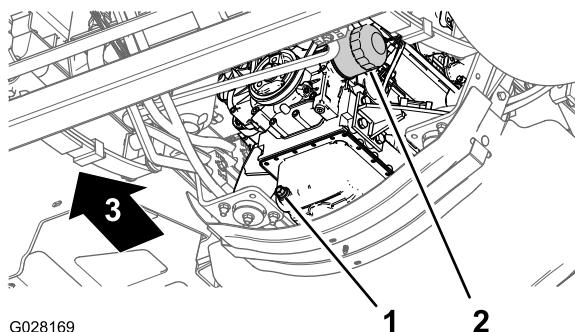

Figure 111
3. Placez un bac de vidange sous le filtre à huile moteur (Figure 111).
4. Retirez le filtre à huile usagé (Figure 111).
8. Posez le filtre à huile sur l'adaptateur et vissez le filtre dans le sens horaire jusqu'à ce que le joint en caoutchouc touche l'adaptateur, puis serrez encore le filtre d'un demi-tour (Figure 111).
1. Placez un bac de vidange sous le bouchon de vidange (Figure 111).
2. Enlevez le bouchon de vidange (Figure 111) pour permettre à toute l'huile de s'écouler.